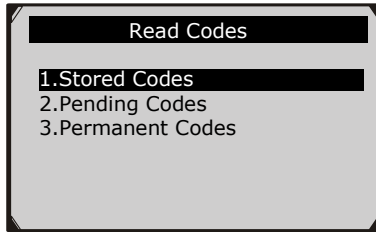

Figura 5.4
- 2) Utilice el botón de desplazamiento **arriba / abajo** para seleccionar los **códigos almacenados**, **Códigos pendientes** o **Códigos permanentes** en el menú **Leer códigos** y oprima la botón **OK**. (Figura 5.4 )